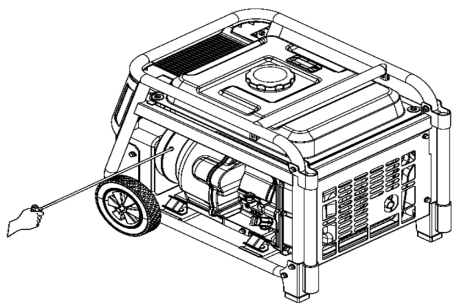

Figure 9 Tirer la manche du démarreur.
4.3 Tirez doucement sur la manche du démarreur jusqu'à sentir la force, puis tirez rapidement dans le sens de la flèche comme indique ci-dessous. Voir la figure 9.